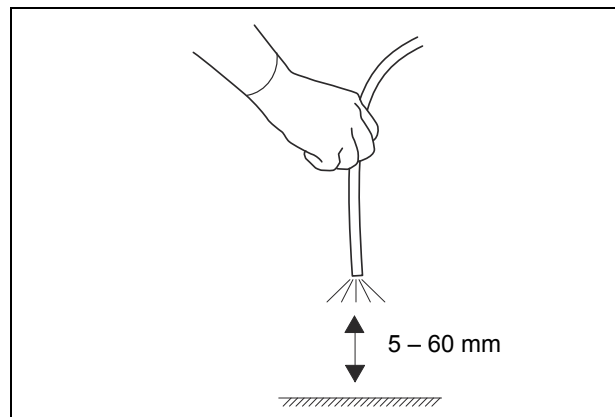

Figura 3.8
2. Oriente el extremo distal del endoscopio a un objeto adecuado y varíe la distancia entre 5 y 60 mm (véase la figura 3.8). Compruebe que la luz emitida por el extremo distal varía con la distancia.